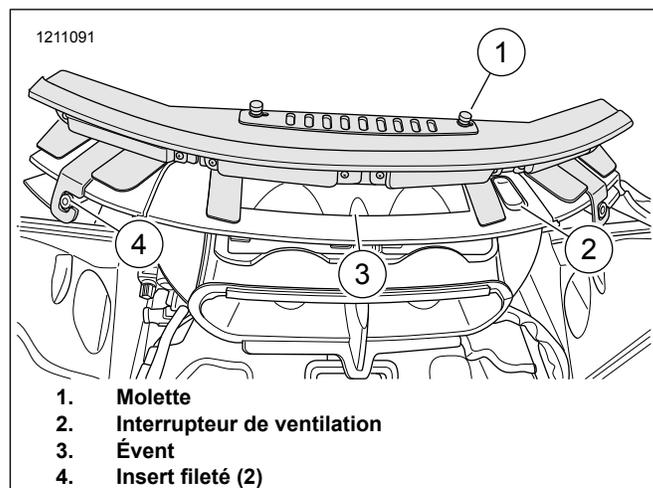

Figure 6. Emplacement de la lumière
6. Voir la Figure 6. Vérifiez que l'interrupteur d'évent (2) est en position ouverte.
7. Placez la lumière sur l'évent (3) avec les molettes (1) tournées vers le haut.
8. Alignez les supports de montage gauche et droit sur l'insert fileté (4).